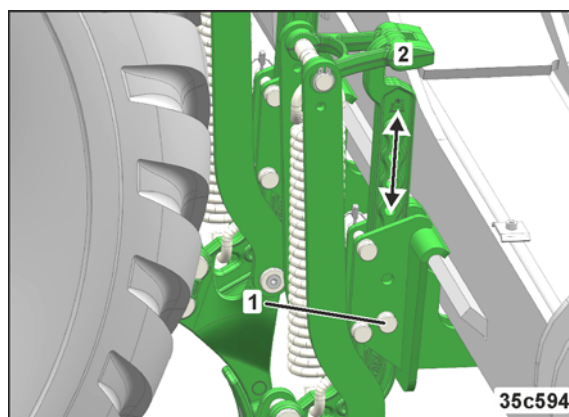

Рис. 207
1. Возьмитесь за ручку (Рис. 207/2) следорыхлителя.
2. Извлеките палец (Рис. 207/1).